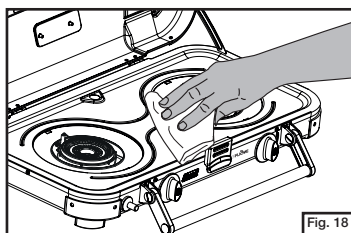

Fig. 18
- Passez un linge imbibé de détergent à vaisselle (pas de récurant) sur le réchaud. (Fig. 18)